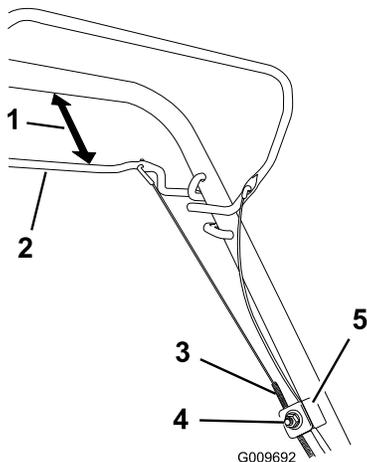

Bild 46
1. Lösen Sie die Kabelstützenmutter (Bild 46).
2. Halten Sie den Selbstantriebsbügel 25 bis 38 mm vom Bügel entfernt (Bild 46).
3. Ziehen Sie den Kabelmantel (zum Rasenmäher), bis das Kabel stramm ist (Bild 46).